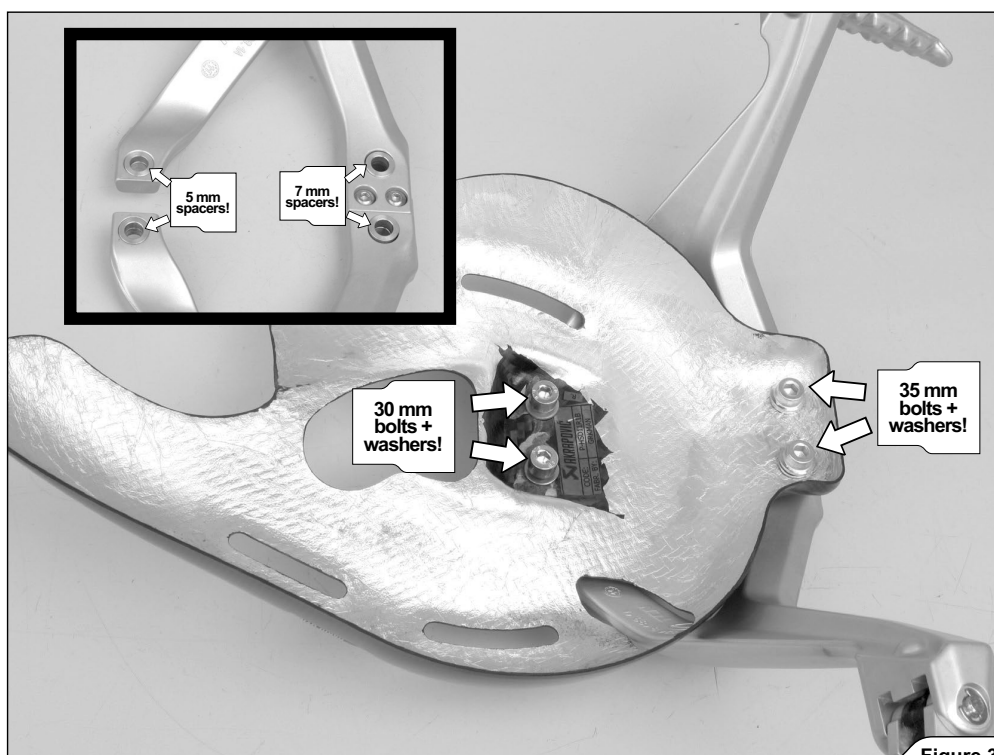

Figure 30
5. Seulement pour utilisation avec repose-pieds passager : installer le pare-chaieur et les repose-pieds passager sur le sous-cadre en utilisant les entretoises, les boulons et les rondelles contenus dans le kit d'installation Akrapovič (Figures 30, 31).
5. Nur bei Verwendung der Beifahrerfußrasten: den Wärmeschutz und die Fußrasten am Heckrahmen befestigen, dazu die Distanzstücke, die Schrauben und die Unterlegscheiben aus dem Akrapovič Installationskit verwenden (Figure 30, 31).